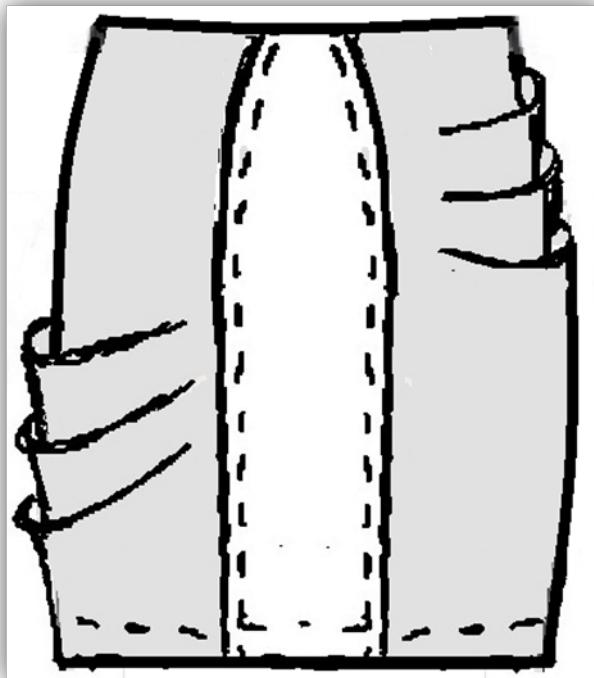

Рисунок 1 – Фрагмент платья. Переднее полотнище юбки
Третий этап: Изготовление (пошив) образца фрагмента заданной модели (стр. 7, рис. 1) женского платья.
1) Внешний вид фрагмента заданного изделия должен полностью соответствовать техническому рисунку модели и художественно-техническому описанию (стр. 3, табл.1), рисунку фрагмента (стр. 7, рис. 1) и техническим требованиям в п.п.2.2 (при их наличии).
1. По указанным данным сделайте самолет. (Рис. 1).
(Рис. 1) Пример самолета